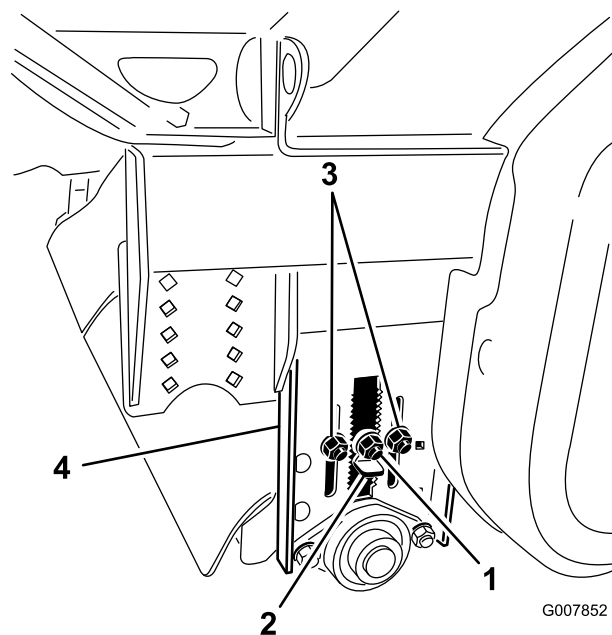

Bild 30
- Vor dem Nivellieren des Erdpfropfen-Prozessors sollten Sie sicherstellen, dass die Höhe der Bürste und der Heckrolle auf die richtige Schnitthöhe eingestellt sind (Bild 30).